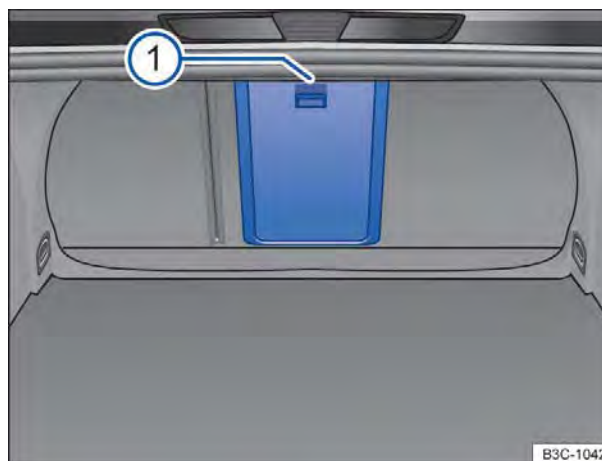

Fig. 101 No compartimento de bagagem: alavanca de destravamento com marcação ①.
- Rebater a tampa do dispositivo para transporte de objetos longos para trás, até que ela se encaixe. A marcação vermelha no lado do compartimento de bagagem ⇒ Fig. 101 ① não pode estar visível.